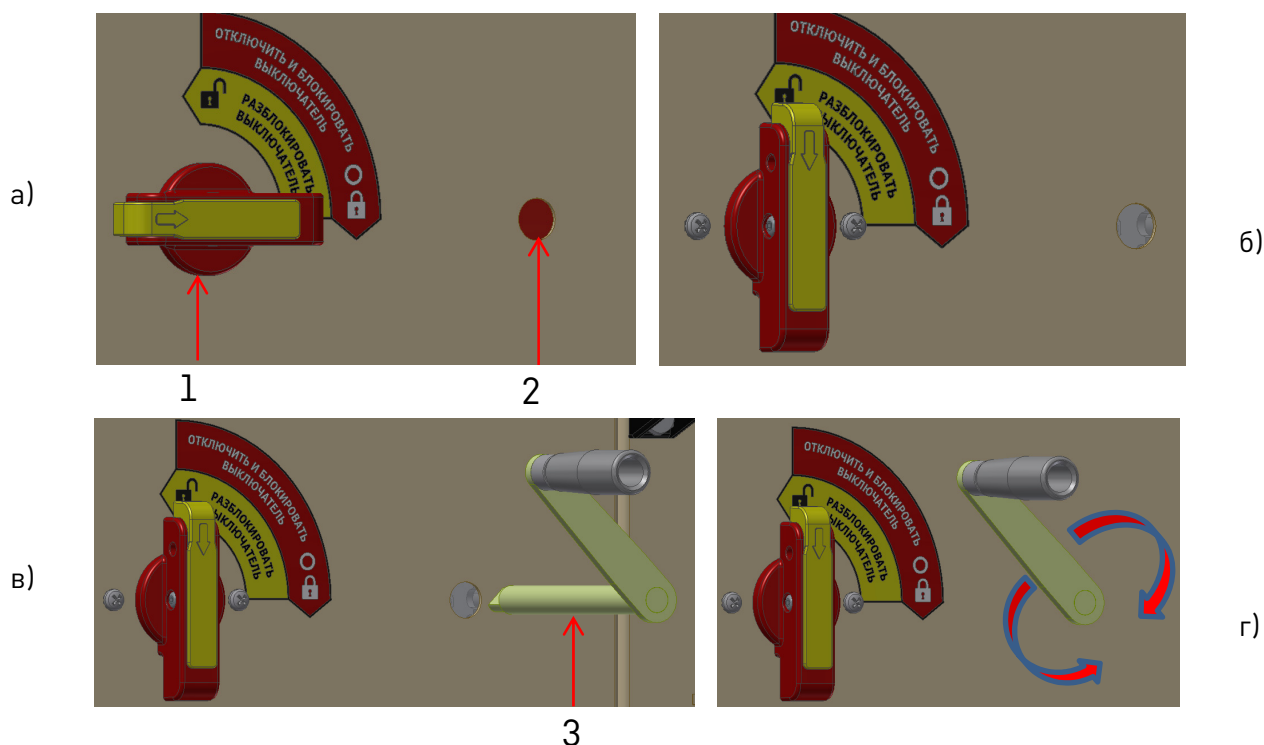

Рис.4.9. Описание операций вкатывания и выкатывания ВЭ в шкаф КРУ
- Повернуть рукоятку поз. 1 на 90 град. по часовой стрелке (Рис.4.9, а, б).
- Вставить через освободившееся отверстие поз.2 рукоятку перемещения ВЭ поз. 3 (Рис.4.9, в)
- Вращать рукоятку поз. 3 (Рис.4.9, г) до упора. В зависимости от исполнения ВЭ направление вращения может быть и по часовой и против часовой стрелки.
- Вытащить рукоятку поз. 3 (Рис.4.9, в) из отверстия поз.2.
- Нажав на желтую часть рукоятки поз. 1 перевести ее в горизонтальное положение (Рис.4.9, а).
Выключатель может быть отключен механически вручную (аварийное отключение выключателя). Для этого необходимо повернуть рукоятку поз. 1 на 90 град. по часовой стрелке. При фиксации рукоятки в вертикальном положении (Рис.4.9, а, б) коммутационный модуль будет заблокирован от включения.